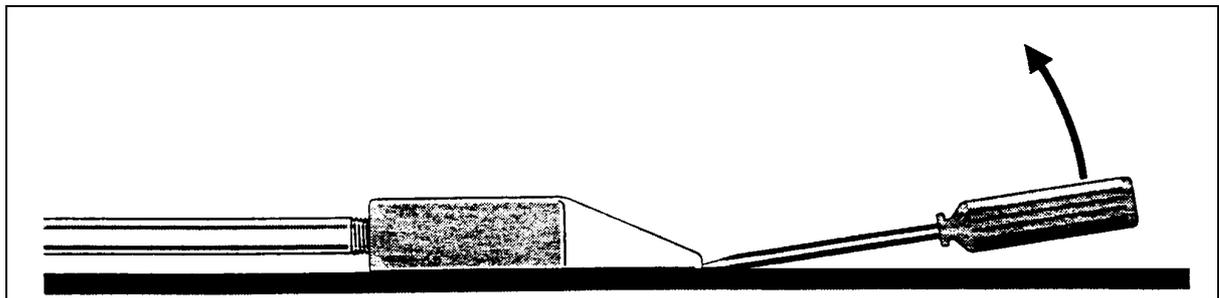

Bild 2-3 Entfernen der Klemmschrauben
Siehe dazu Bild 2-3. Lösen Sie die Schraube um mindestens 2 mm und heben Sie die Schraubenhalterung ② mit Hilfe eines Schraubendrehers ab. Drücken Sie dabei nicht nach unten, um Schäden zu vermeiden.